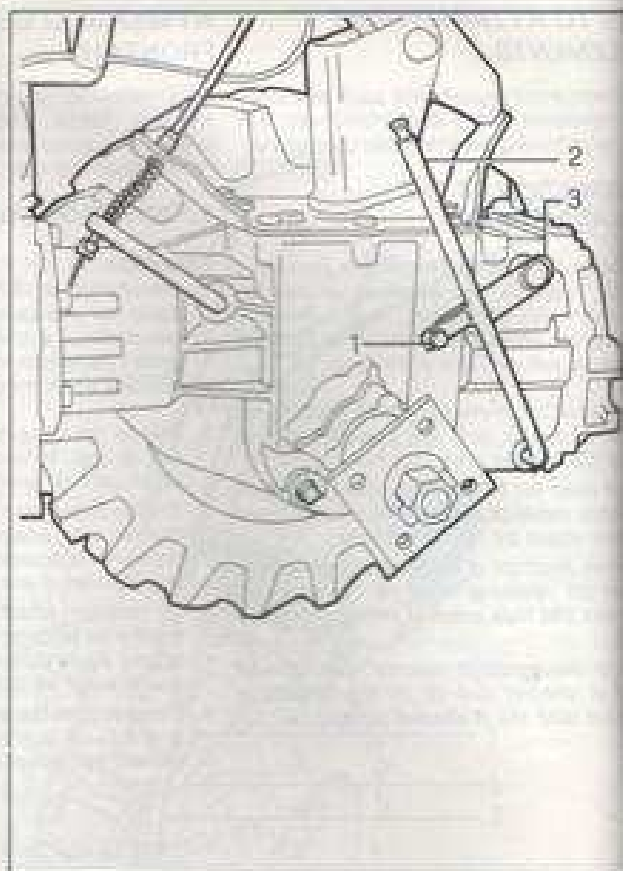

Fig. 9 - Bild 9
1. Rimuovere la vite a testa esagonale (fig. 9, part. 1) installata sulla leva di comando p.d.p.; di conseguenza la leva della p.d.p. (2) potrà innestarsi liberamente senza essere bloccata dall'impedimento (3).
1. Remove the hex head screw (fig. 9, part 1) located on the p.t.o. control lever; consequently the p.t.o. lever (2) will be caused to engage freely without being precluded by lock (3).
1. Enlever la vis à tête de six pans (fig. 9, rep. 1) installée sur le levier de commande de la p.d.f.; après quoi le levier de la p.d.f. (2) pourra se connecter aisément sans être arrêté par l'obstacle (3).
1. Die Sechskantschraube (Bild 9, Detail 1) entfernen, die auf dem Zapfwelle-Steuerhebel angeordnet ist. Dadurch kann der Zapfwelle-Steuerhebel (2) ohne Hindernisse eingeschaltet werden (3).